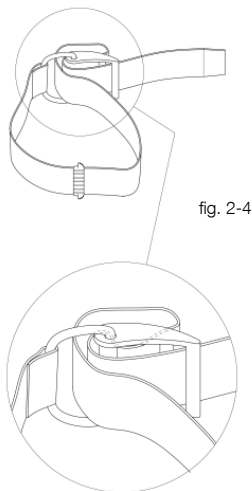

fig. 2-4
1. Gire la hebilla hasta que quede abierta. Deslice la correa alrededor de la hebilla de plástico como se muestra en la figura (Fig. 2-4), humedezca la correa antes de sujetarla en el lugar correcto sobre la botella y ajuste la longitud (Fig. 2-7).